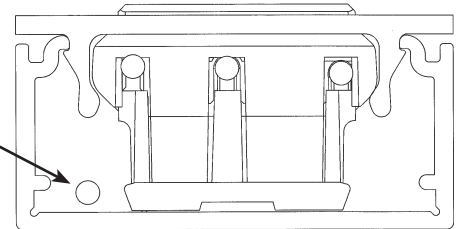

Fig. 8
6. Connect feed wires to Aluminum PLUGTRAK® harness (C) using approved methods. Connect black to black, white to white, green or bare conductor to green, (red to red on 4-conductor multiwired Aluminum PLUGTRAK®. (See Fig. 2 and 7). Continue for all Aluminum PLUGTRAK® harnesses; cap off wires at end; see general information notes and Fig. 8.
6. Raccorder les câbles d'alimentation au faisceau de câble (C) du PLUGTRAKMD en aluminium en employant une méthode approuvée. Connecter «noir à noir, blanc à blanc, vert ou fil dénudé à vert, (rouge à rouge pour les PLUGTRAKMD en aluminium câblés à 4 conducteurs». (Consulter les Fig. 2 et 7.) Continuer ainsi pour tous les faisceaux de câbles des PLUGTRAKMD en aluminium; isoler l'extrémité des conducteurs. Consulter les énoncés des Renseignements généraux et la Fig. 8.
6. Conectar los cables de alimentación con el haz de cableado (C) de la PLUGTRAKMR en aluminio, empleando métodos aprobados. Conectar "negro con negro, blanco con blanco, verde o conductor desnudo con verde, (rojo con rojo en la PLUGTRAKMR en aluminio multifilar de 4 conductores). (Ver las Fig. 2 y 7.) Continuar con todos los haces de cableado de la PLUGTRAKMR en aluminio; aislar los cables en los extremos. Ver las notas de la Información general y la Fig. 8.